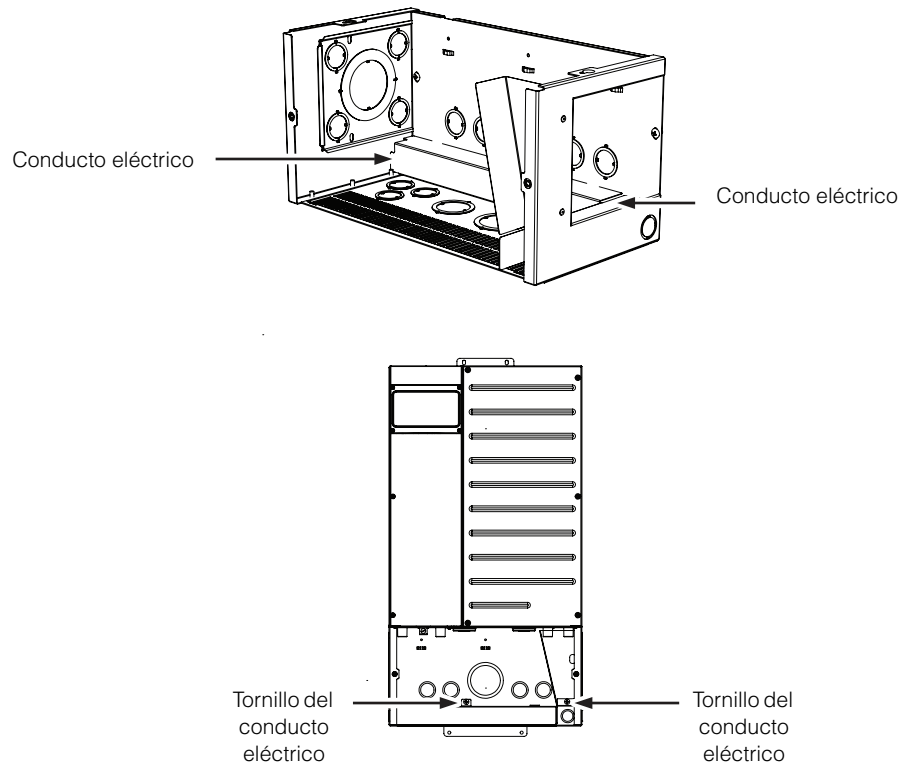

Figura 4-5 Conductos eléctricos de la caja de derivación XW+.
1. Retire los dos conductos eléctricos para los cables de comunicación retirando el tornillo y sosteniendo cada conducto eléctrico en su lugar, como se muestra en la Figura 4-5.